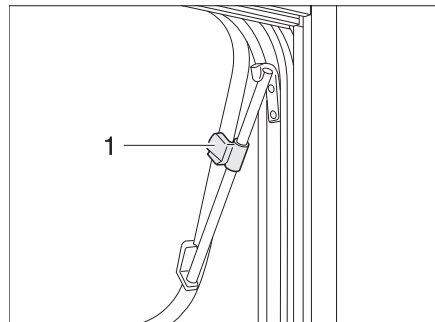

Fig. 66 Fenêtre projetante avec bras pivotants, ouverte
- Ouvrir la fenêtre projetante jusqu'à la position désirée et la bloquer avec la molette (Fig. 66,1).
- Tourner la molette (Fig. 66,1) jusqu'à ce que le dispositif de blocage soit libéré.